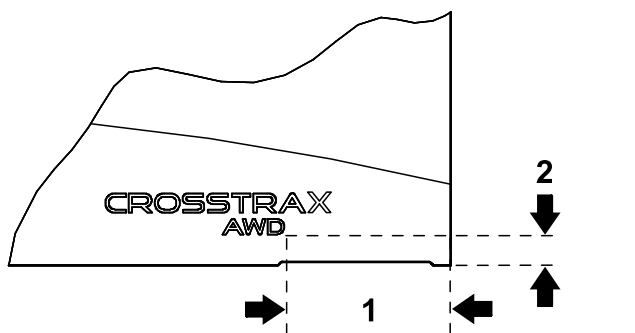

Figura 15
2. Utilizzando le dimensioni illustrate in Figura 15, applicate un adesivo CROSSTRAX nell'angolo inferiore posteriore di ciascun lato del cofano.